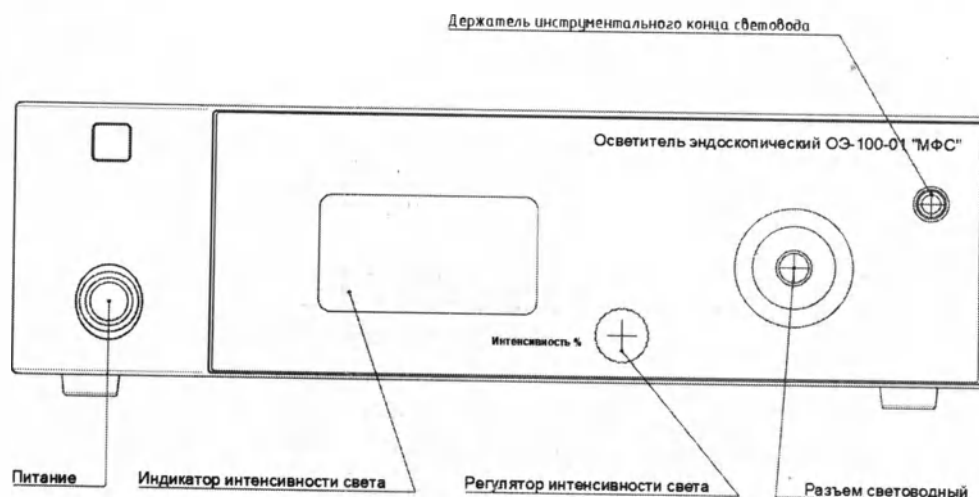

Рисунок 1. Осветитель эндоскопический ОЭ-100-01-«МФС» (передняя панель)
17.6. Вставить в гнездо разъема для подключения световодного кабеля (См. Рис.1, Рис.3) приемный конец световодного кабеля до щелчка внутреннего фиксатора. Выходной конец световодного кабеля присоединить к эндоскопу.